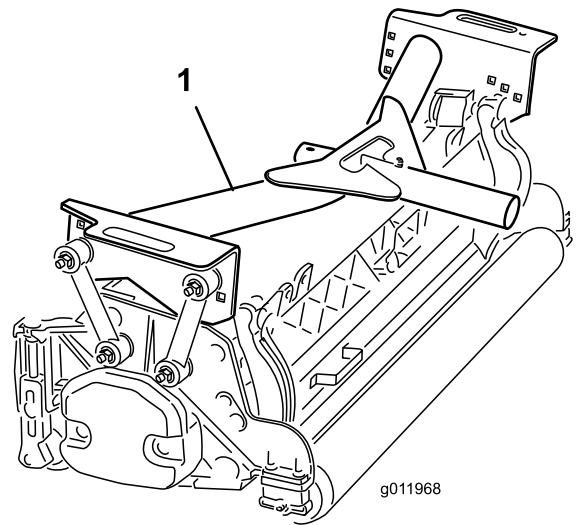

Bild 16
2. Setzen Sie einen vorderen Trägerrahmen (Bild 16) auf jedes Frontmähwerk.